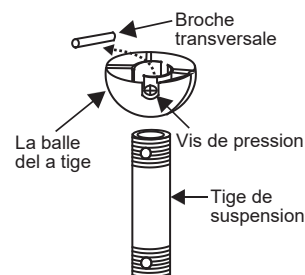

Fig. 7
Étape 5. Retirez la boule de suspension de l'ensemble de la tige de suspension en desserrant la vis de réglage, en dévissant et en retirant la goupille transversale et en dévissant la boule de la tige. (Fig.7)